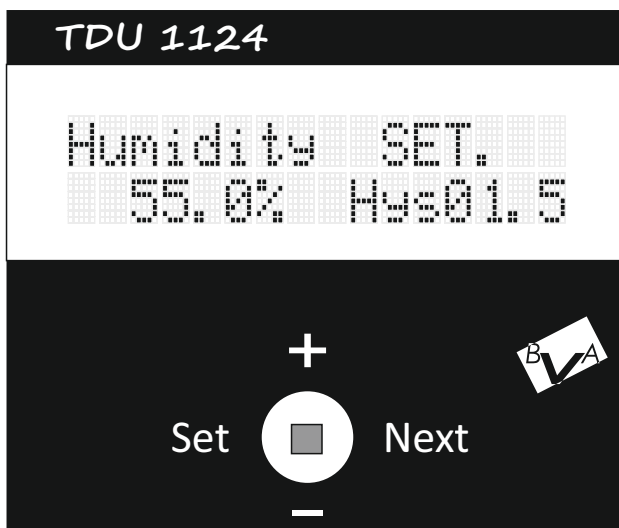
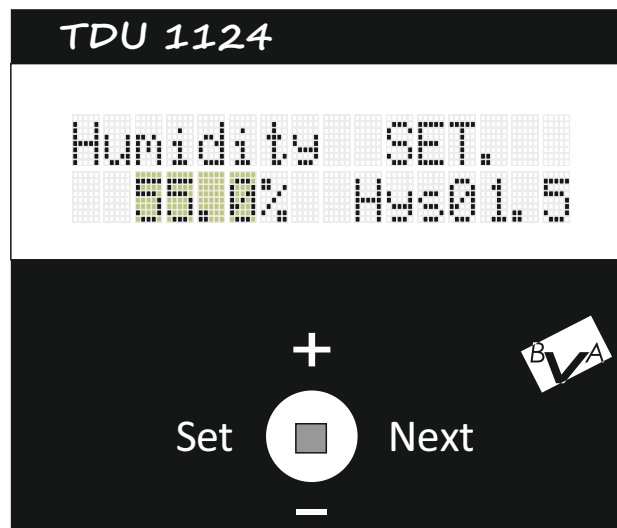
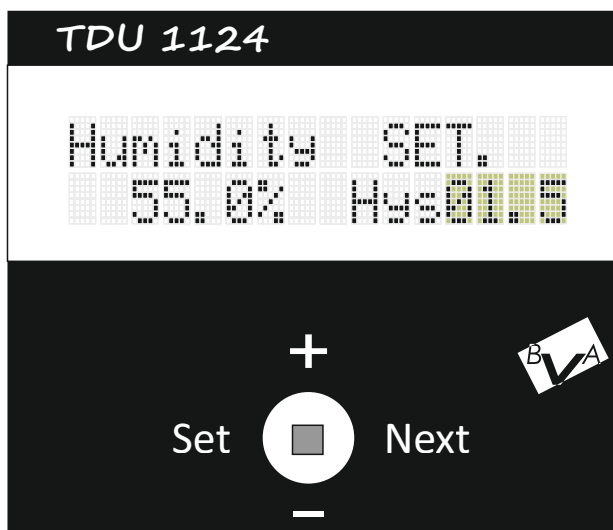

fig.8
fig.9
fig.10
**2. Reglaj umiditate.** Din ecranul de reglaj al umiditatii vezi fig.8, actionati tasta (SET), valoarea umiditatii va fi afisata intermitent vezi fig.9, cu tastele (+ si -) alegem valoarea dorita, cu tasta (NEXT) mergem mai departe la reglajul histeresisu-lui vezi fig 10 unde cu tastele (+ si -) alegem valoarea dorita, iar cu tasta (SET) salvam datele introduse.